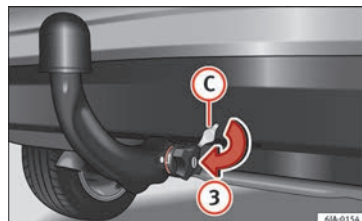

Fig. 199 Colocação da tampa da fechadura.
- Coloque a tampa **C** na fechadura da roda manual no sentido da seta **3** » Fig. 199. »